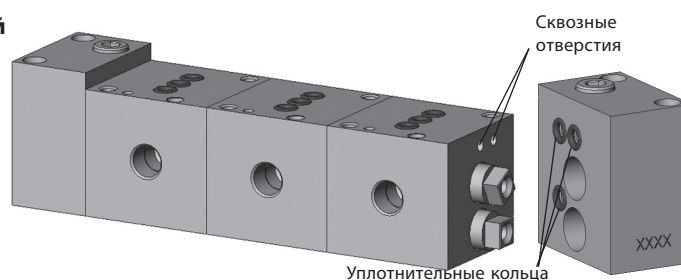

Рисунок 3
5. Добавьте к узлу **правый торцевой базовый блок**, совместив **уплотнительные кольца** (9-007) правого торцевого базового блока со сквозными отверстиями на последнем базовом блоке. Установите винты вставок правого торцевого базового блока во вставки базового блока и затяните их с моментом 35–45 фунт-сил·дюйм (4,0–5,1 Н·м) динамометрическим ключом с шестигранной головкой на 9/64 дюйма через торцевой базовый блок. См. рисунок 3.